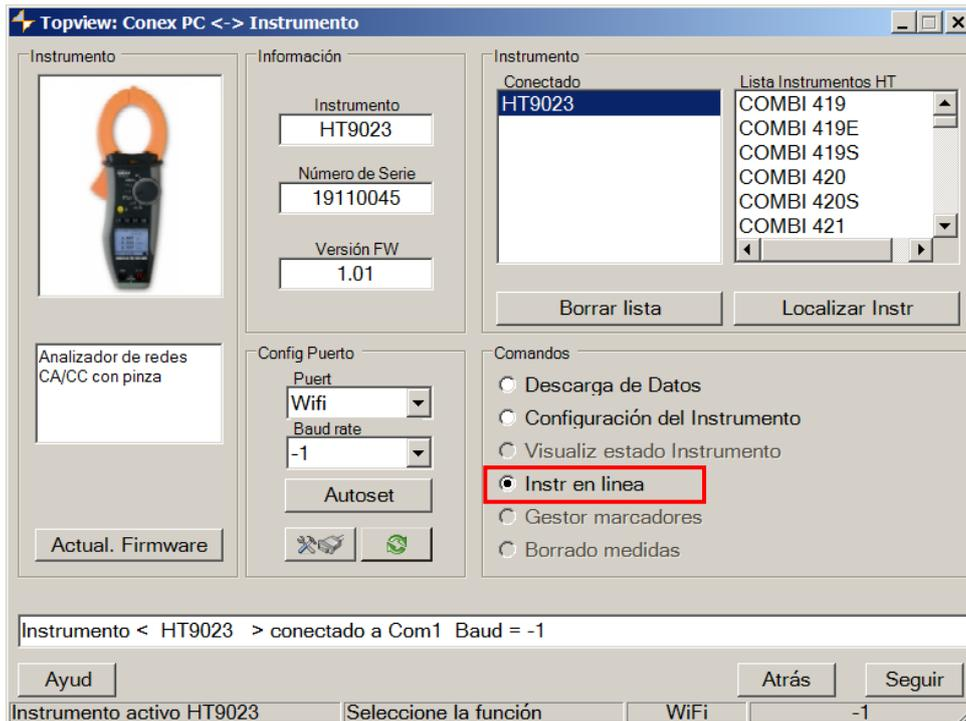

Fig. 19: Conexión del instrumento en tiempo real
8. Abrir la sección “**Conexión PC-Instrumento**” y seleccione la opción “Instrumento en Línea” como se muestra en la Fig. 19